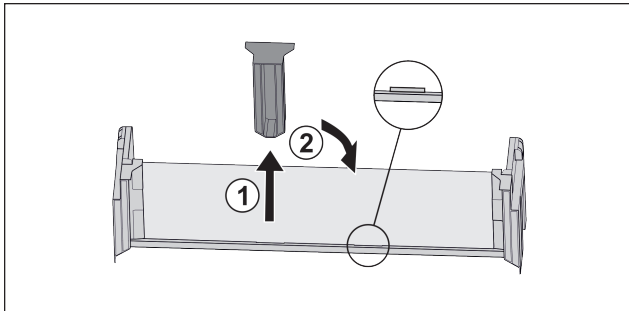

Fig. 54
- Vedä keskimäinen kiinnitysosa pois Fig. 54 (1).
- Aseta keskimäinen kiinnitysosa toiseen asentoon Fig. 54 (2).